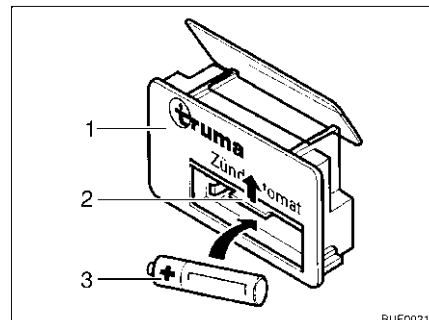

Fig. 147 Allumage automatique
- Pousser le couvercle (Fig. 147,2) du compartiment à piles de l'allumage automatique (Fig. 147,1) vers le haut.
- Placer une nouvelle batterie (Fig. 147,3) de même type, en plaçant correctement les pôles (+/-), dans le compartiment à piles de l'allumage automatique. N'utiliser que des piles AAA résistantes à la chaleur (+70 °C) et étanches.